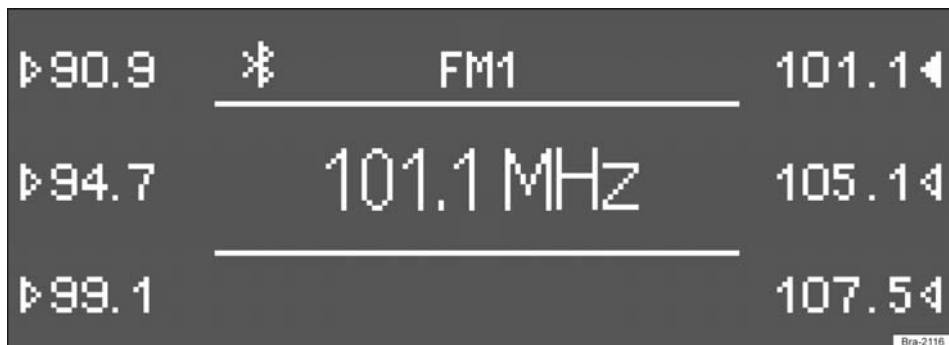

Fig. 153 Estações salvas nos botões de estação do nível de memória FM1.
- A estação atualmente ajustada (na → Fig. 153: 101.1 MHz) é, então, salva neste botão de estação.